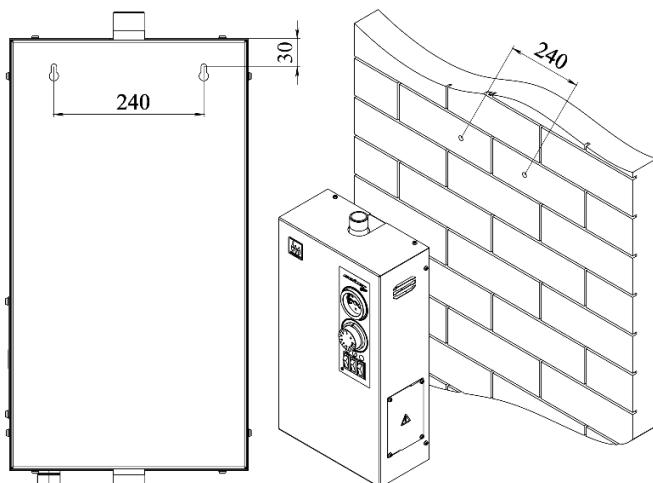
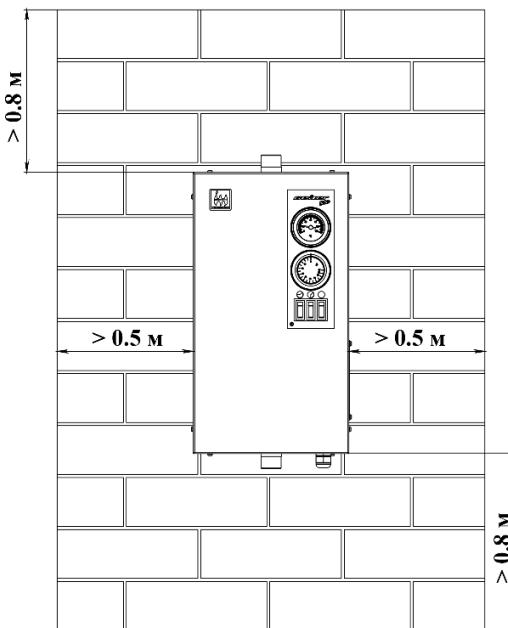

Рис. 5 Способ крепления к стене
Рис. 6 Схема установки электроводонагревателя
• Закрепить электроводонагреватель на вертикальной поверхности в необходимом месте с помощью настенного крепежа (в комплект поставки не входит) как показано на (Рис. 5). При монтаже электроводонагревателя необходимо выдерживать минимальные расстояния до стен, пола и потолка (Рис. 6);